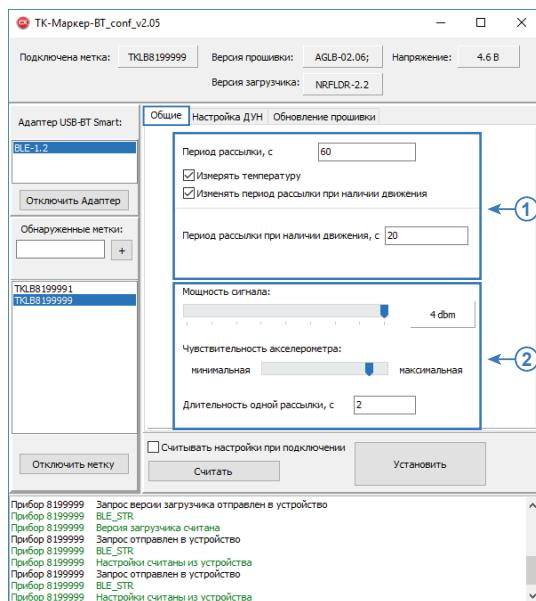

Рис.9. Общие настройки.
### Параметры рассылки данных (Рис.9, п.1)
## **Мощность сигнала Bluetooth и чувствительность акселерометра (Рис.9, п.2)**
• **Длительность одной рассылки (Рис.9, п.2).**